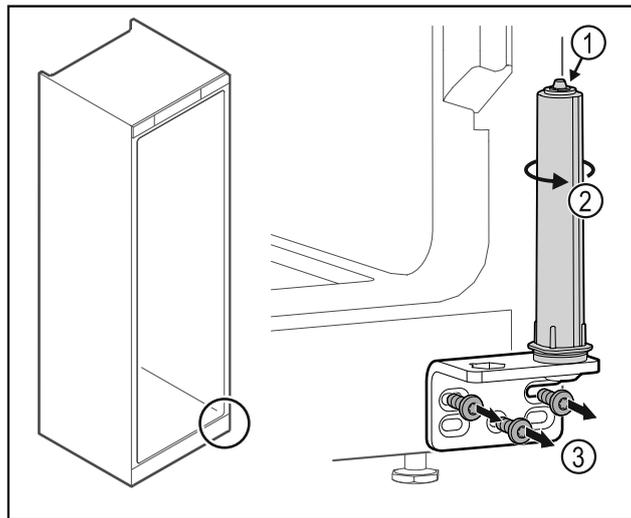

Fig. 32
▶ Türschließsystem nicht zerlegen Fig. 32 (1).
- ▶ Schließsystem Fig. 32 (2) drehen, bis es klickt .
- ▶ Scharnierwinkel Fig. 32 (3) abschrauben.